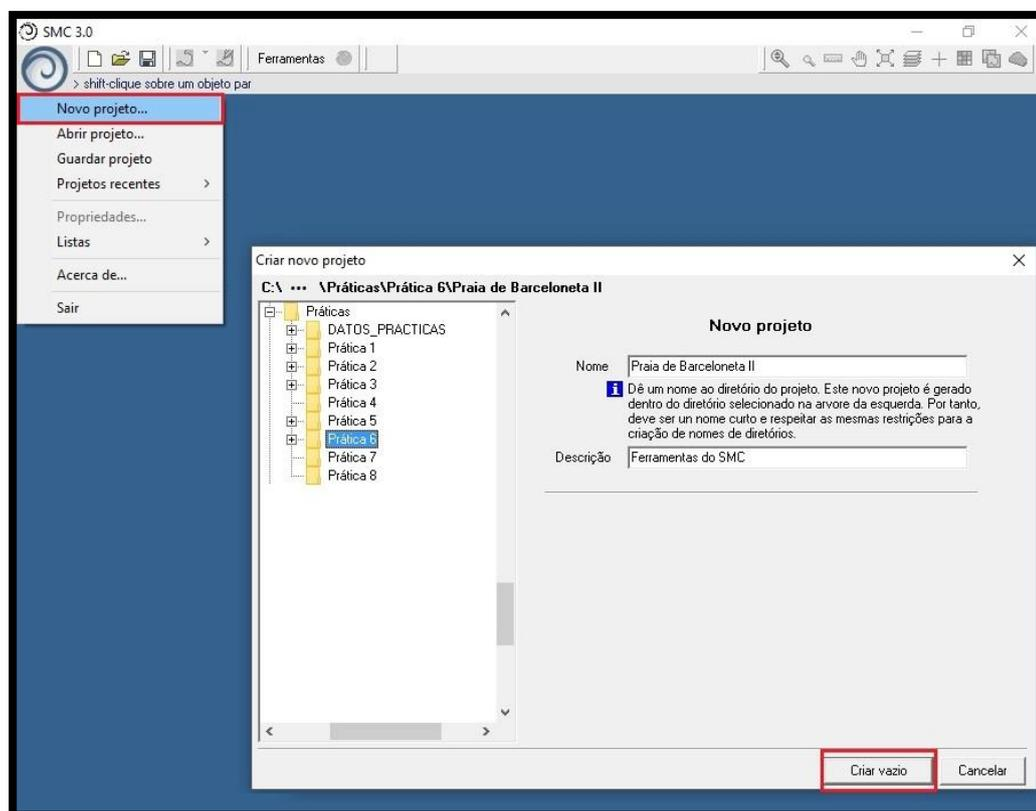

Figura 1 – Criar um novo projeto em “Criar vazio”.
- 3) Por fim, clicar em “Criar vazio” (Criar projeto) (Figura 1).